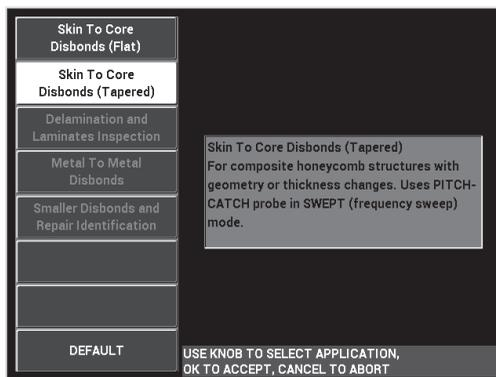

Figura 6-56 Aplicación Pérdida de adherencia de revestimiento a núcleo (geometría cónica)
3. Seleccione la aplicación **Pérdida de adherencia de revestimiento a núcleo (geometría cónica)** y, después, pulse la tecla Confirmación/Enter (✓) para aceptar la selección. Ver la Figura 6-56 en la página 179.